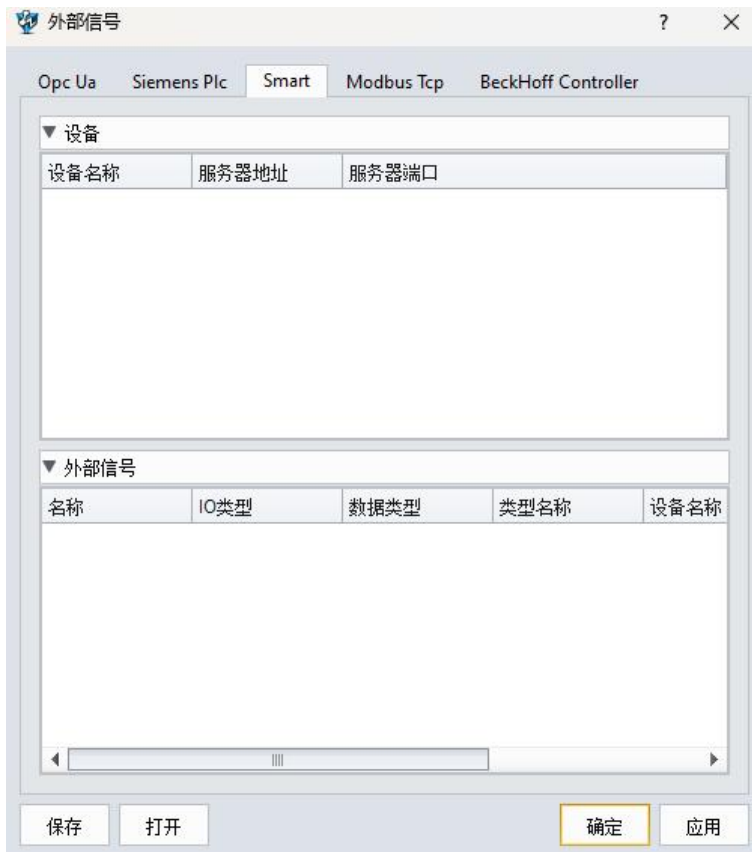

图 12-11: 外部信号
- 在 "Modbus Tcp" 下, 右键单击 "设备" 下的空白框, 选择 "添加设备"。(图 12-11)